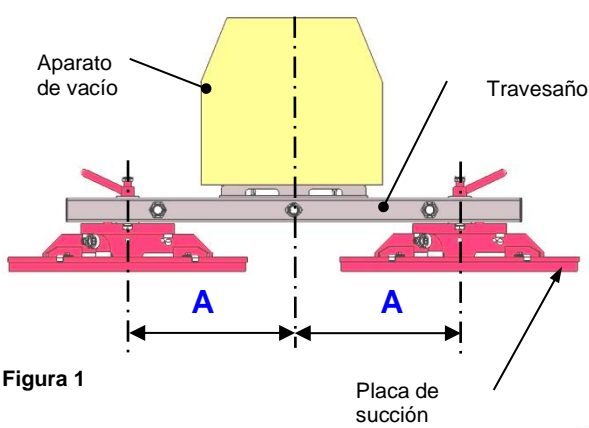

Figura 1
Las placas de succión deben tener siempre la misma distancia (A) con respecto al eje central vertical del travesaño (véase la figura 1).
- Enganche firmemente las dos cadenas de sujeción de la carga en el otro lado de la unidad, como se muestra en la figura 1. (Guarde los extremos de la cadena en las cajas de la cadena).